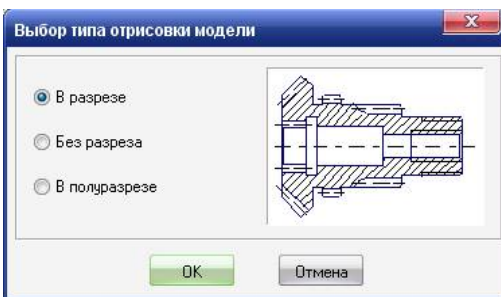

Рисунок 1.5 - Діалогове вікно **Выбор типа отрисовки модели**
7. в головному вікні системи **КОМПАС–Shaft 2D** натисніть кнопку  – **Новая модель**. З'явиться діалогове вікно **Выбор типа отрисовки модели** (рисунок 1.5);